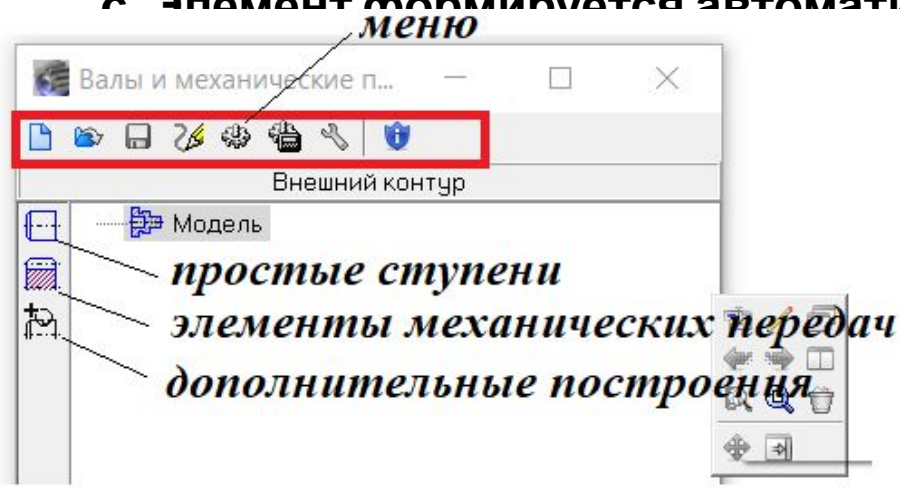

Рисунок 3.5 – Структурные элементы окна Древа построения модели
4. Рассмотрим интерфейс окна Древа построения модели (рисунок 3.5).